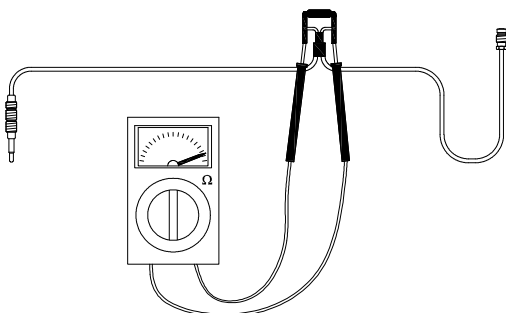

Fig. 18
**El aparato se enciende, pero se apaga al soltar el pulsador de la válvula de seguridad. (Fig. 18)**
**The appliance lights up, but goes off when the safety valve button is released. (Fig. 18)**
**L'appareil s'allume, mais s'éteint lorsque le bouton de la vanne de sécurité est relâché. (Fig. 18)**